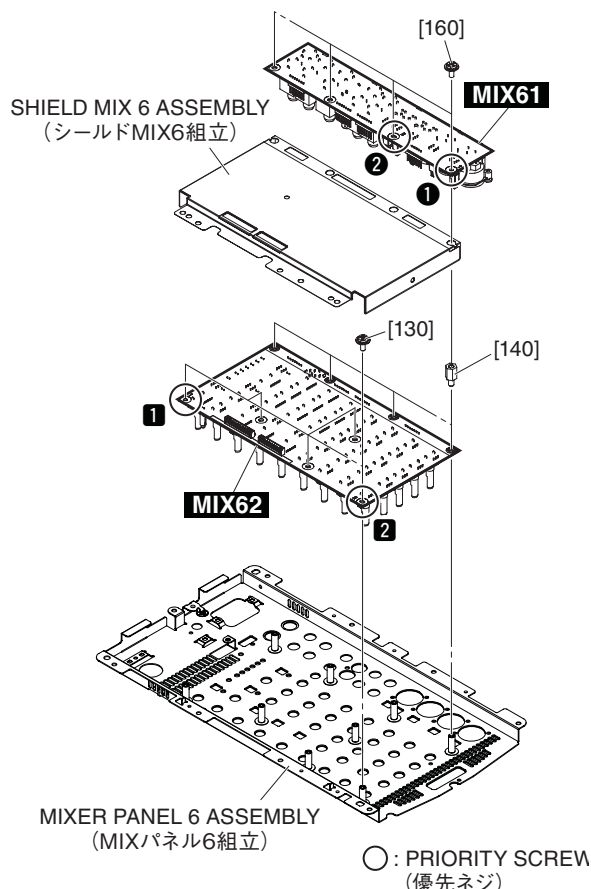
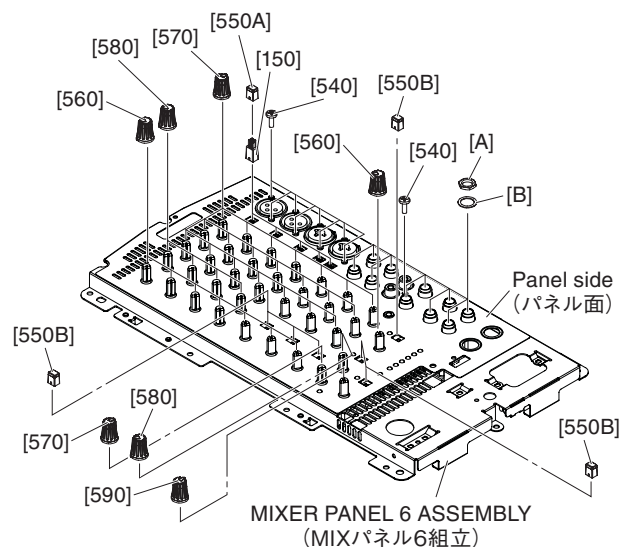

Fig.B-10(図B-10)
Fig.B-11 (図B-11)
B-9-6-1 Remove the four (4) screws marked [160], nine (9) screws marked [540], ten (10) nuts marked [A] and ten (10) washers marked [B]. The MIX61 circuit board can then be removed. (Fig. B-10, Fig. B-11)
* **The below parts are not components of the MIX61 circuit board. When replacing the MIX61 circuit board, remove the below parts from the MIX61 circuit board and install them to the new circuit board. (Fig. B-11)**
* **When installing the MIX61 circuit board, first tighten the two (2) priority screws as shown in Fig. B-10.**
B-9-7-2 Remove the below parts from the panel side. (Fig. B-11)
B-9-6-1 [160] のネジ 4 本と [540] のネジ 9 本と [A] のナット 10 個と [B] のワッシャ 10 個を外して、MIX61 シートを外します。(図 B-10、図 B-11)
※ 下記の部品は MIX61 シートの構成部品ではありません。MIX61 シートを交換する際には、MIX61 シートから下記の部品を取り外して、新しいシートに取り付けてください。(図 B-11)
※ MIX61 シートを取り付けるときには、優先ネジ 2 本を図に示す順で先に締めてください。(図 B-10)
B-9-7-2 パネル面から、下記の部品を外してください。(図 B-11)
B-9-7-3 Lift the shield mix 6 assembly in the direction of the arrow as shown in Photo B-1, and remove the five (5) screws marked [130] and four (4) hexagonal spacers marked [140]. The MIX62 circuit board can then be removed. (Fig. B-10, Photo B-1)
* **The below parts are not components of the MIX62 circuit board. When replacing the MIX62 circuit board, remove the below parts from the MIX62 circuit board and install them to the new circuit board. (Fig. B-11)**
* **When installing the MIX62 circuit board, tighten the five (5) screws marked [130] and then the four (4) hexagonal spacers marked [140]. First tighten the two (2) priority screws in order as shown in Fig. B-10.**
B-9-7-3 シールド MIX6 組立を写真 B-1 のように矢印の方向へめくり、[130] のネジ 5 本と [140] の 6 角スペーサーを 4 本外して、MIX62 シートを外します。(図 B-10、写真 B-1)
※ 下記の部品は、MIX62 シートの構成部品ではありません。MIX62 シートを交換する際には、MIX62 シートから下記の部品を取り外して、新しいシートに取り付けてください。(図 B-11)
このとき、優先ネジ 2 本を図に示す順で先に締めてください。(図 B-10)